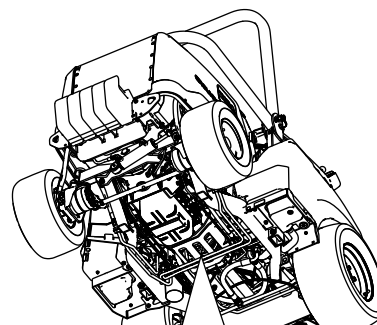

Figure 80
3. Déposez la butée en caoutchouc de la cale de retenue en métal et de l'embrayage (Figure 80).